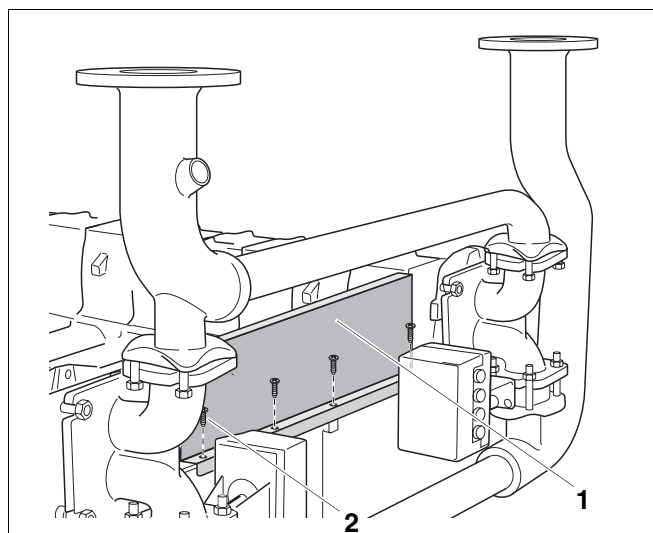

Рис. 35 Установка передней стенки и средней части
- Установить переднюю стенку (рис. 35, **поз. 1**) на гайки с защелкой и нетуго закрепить четырьмя винтами 4,8 x 22 (рис. 35, **поз. 2**).
- Крепко затянуть четыре винта 4,8 х 22 на передней стенке (рис. 35, **поз. 2**, стр. 35).